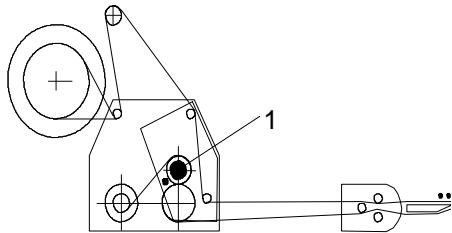

Bild 1
An der vorgezogenen Bahn die Etiketten vom Trägerpapier lösen. Anschliessend durch die Drehung des Knopfes (1) die Gegendruckwalze öffnen, das Trägerpapier (Schutzpapier) um die Spende-kante umlegen und gemäss Schema (Bild 1) einfädeln.